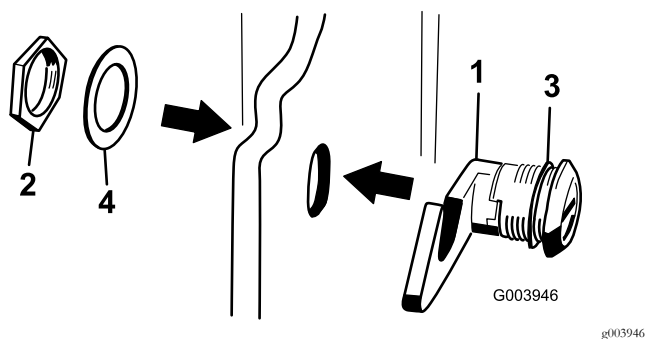

Figure 6
3. Retirez l'écrou du verrou du capot (Figure 6).
4. À l'extérieur du capot, insérez le côté en crochet dans le trou du capot en vérifiant que la rondelle d'étanchéité en caoutchouc reste à l'extérieur du capot (Figure 6).